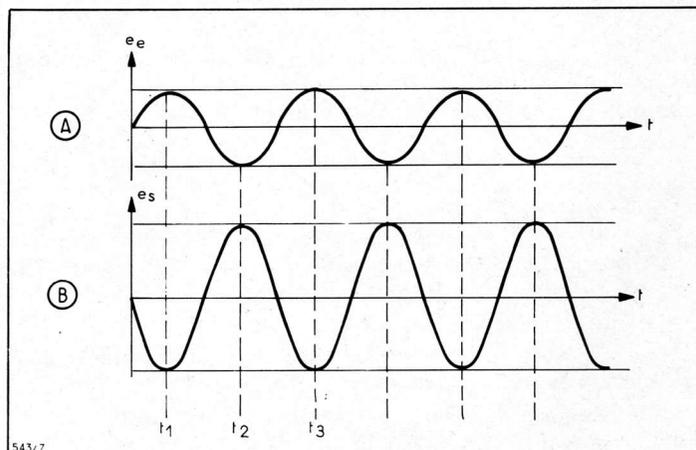

Fig. 7
Appliquons à l'entrée sur la base, une tension continue devenant plus positive donc, une tension croissante. On constatera que la tension du collecteur sera décroissante, ce qui peut s'exprimer par le terme inversion. Si la tension appliquée sur la base est alternative ayant la forme (A) de la figure 7, la tension de sortie aura la forme inversée (B).